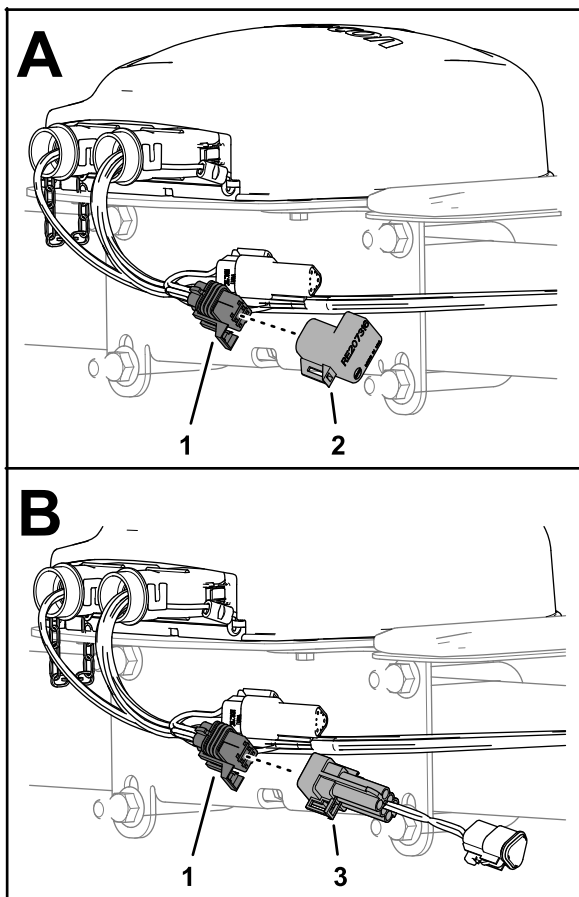

Figure 177
1. Sur le récepteur satellite, déposez la terminaison de bus ISO du connecteur à 6 douilles du faisceau GeoLink (Figure 177).
2. Branchez le connecteur à 6 broches du faisceau adaptateur de 13 cm (5 po) sur le connecteur à 6 douilles du faisceau GeoLink (Figure 177).